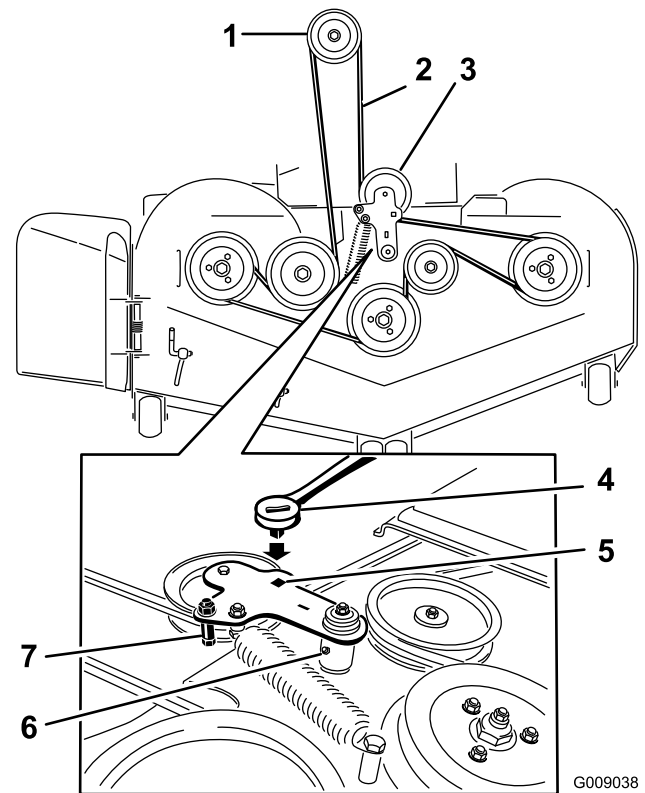

Figura 103
5. Levante la chapa de suelo e introduzca una llave dinamométrica en el taladro cuadrado del brazo tensor de la carcasa (Figura 103).
6. Gire cuidadosamente el brazo tensor de la carcasa en sentido horario y retire la correa del cortacésped (Figura 103).